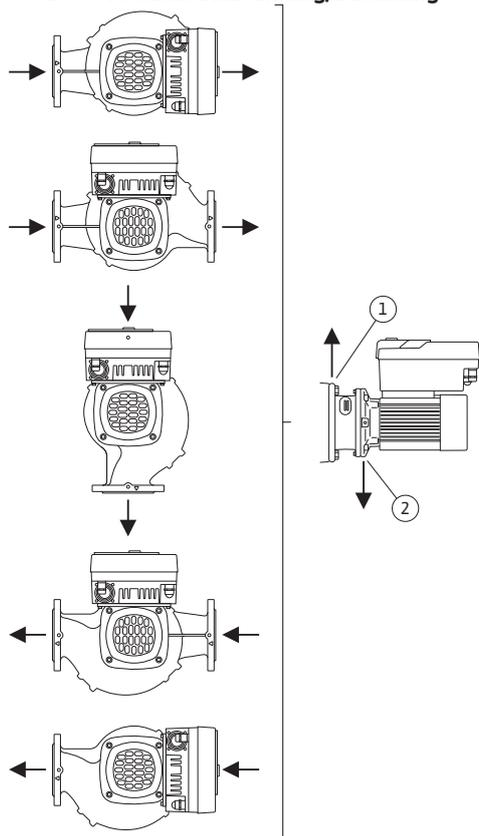

Fig. 16: Zulässige Einbaulagen mit horizontaler Welle
- Bei horizontaler Motorwelle ist die Lage der Kondensatbohrung nach unten erforder-lich (Fig. 16, Pos. 2). Gegebenenfalls muss der Motor gedreht werden.